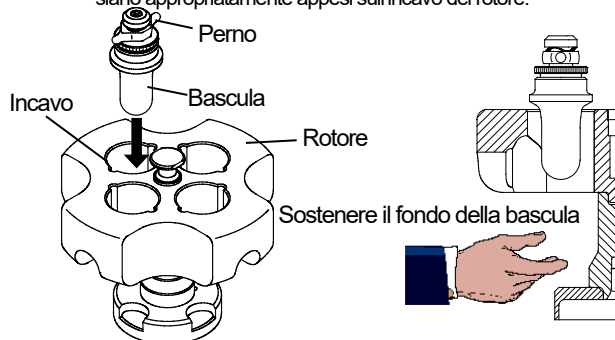

Fig. 3-8 Rimozione/installazione bascule
- 3) Allentare il cappuccio della bascula. Vedi Fig. 3-8 riguardo la rimozione di bascule dal rotore S50ST.